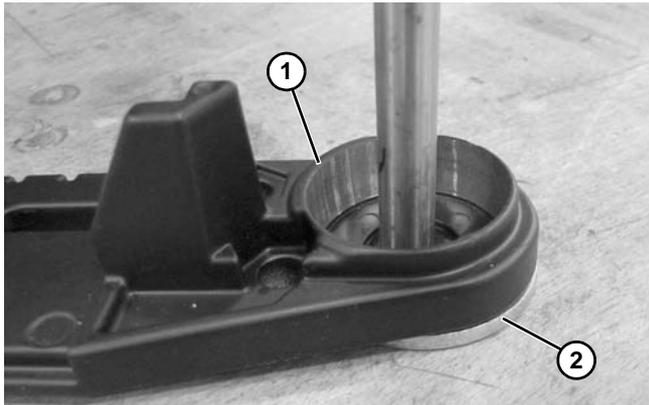

Figure 68
2. Placer la plaque arrière (**Figure 68, élément 1**) à plat avec sa face sur la rondelle (**Figure 68, élément 2**) ou sur l'établi avec un trou d'au moins 16 mm de diamètre.